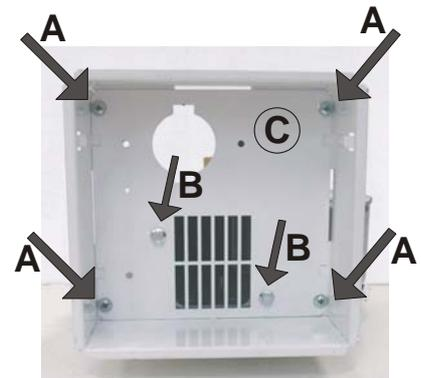

Abbildung 8– Austausch des Ventilators
- Die vier Schrauben **A** losschrauben, die sich an den vier Ecken des Gitters befinden Abb. 8